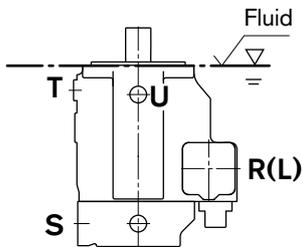

Bild 1
a) Wenn minimaler Flüssigkeitsspiegel gleich oder oberhalb der Pumpenanflansfläche: Anschluss »R/L«, »T« und »S« offen (vgl. Bild 1).